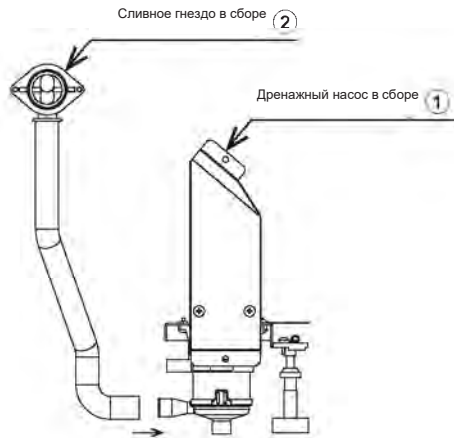

Рис.3-4
(1) Совместное дренажное гнездо в сборе 2 и дренажный насос в сборе 1 (Рис.3-4)